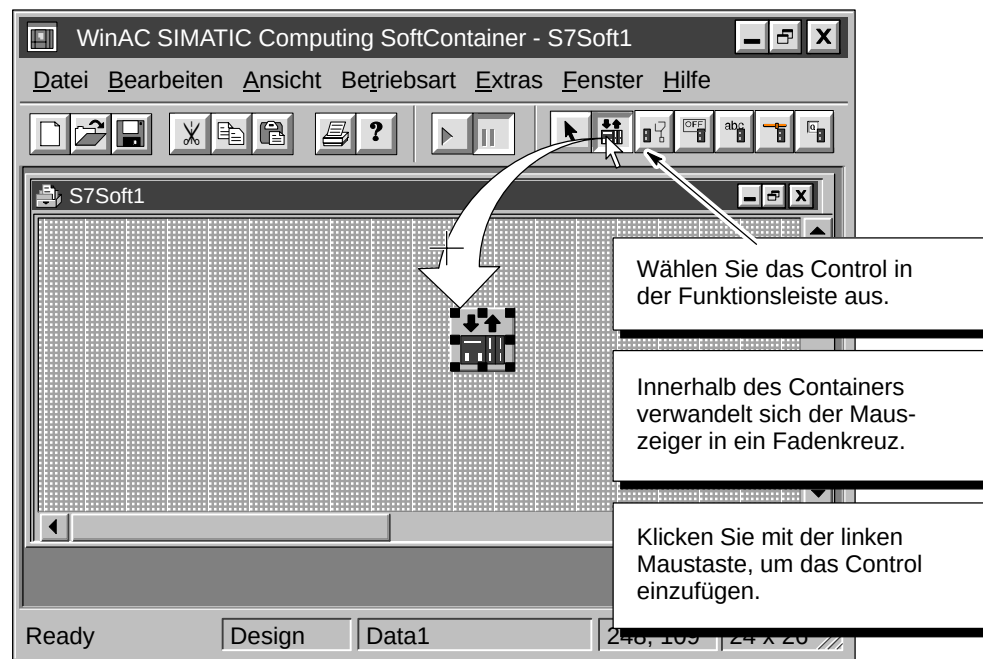

Bild 8-3 Einfügen eines Controls über die Funktionsleiste
Gehen Sie folgendermaßen vor, um ein SIMATIC Control in Ihr Prozeß-Formular einzufügen (siehe Bild 8-3):
1. Klicken Sie in der Funktionsleiste auf das Symbol des Controls, das Sie einfügen möchten. (Bild 8-3 zeigt, wie ein Data Control in ein Prozeß-Formular eingefügt wird.)